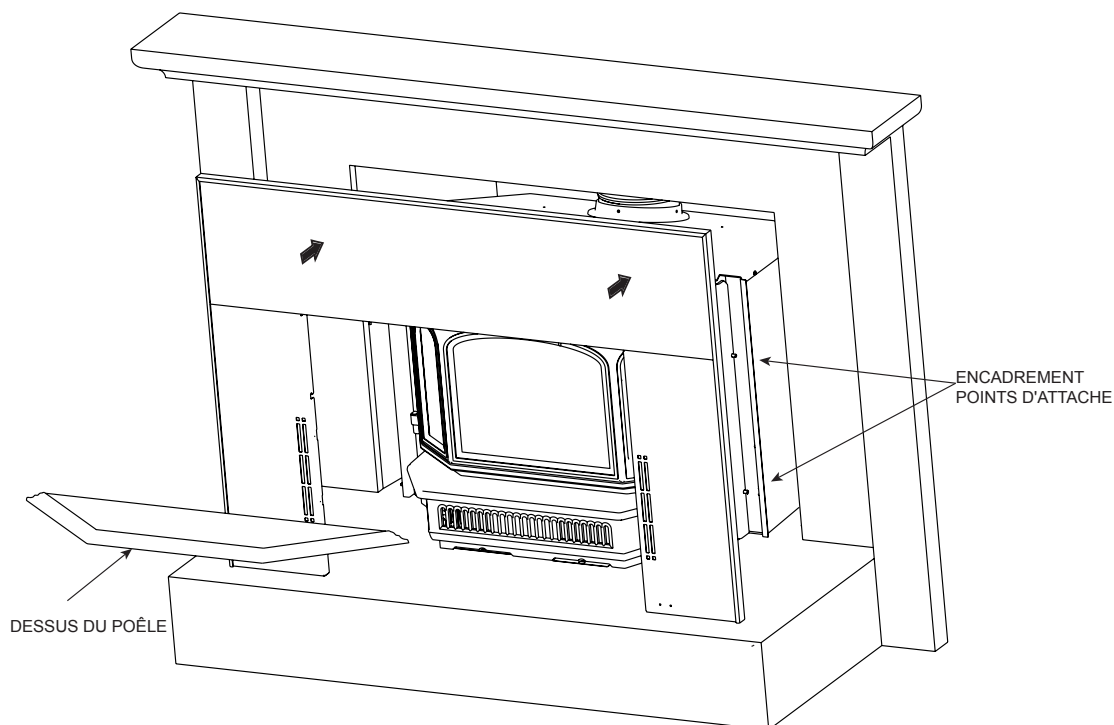

Figure 20.3
6. Installez l'encadrement et les garnitures sur la coque extérieure. Placez le crochet dans les côtés de l'encadrement, sur ses vis de fixation, 2 de chaque côté. **Figure 20.3.**